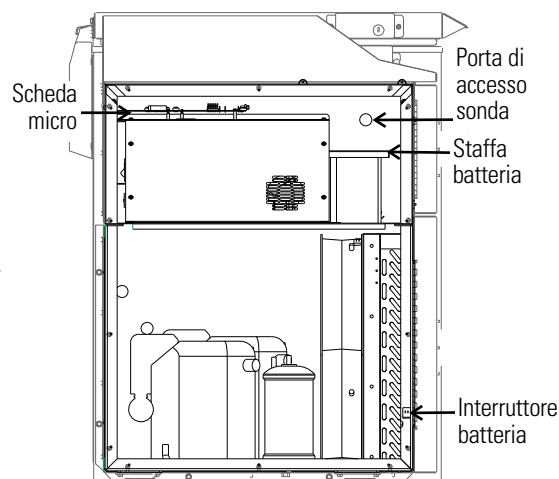

Figura 5-1. Posizione interruttore di alimentazione batteria
2. Individuare l'interruttore di alimentazione della batteria (Figura 5-1). Portare l'interruttore di alimentazione della batteria sulla posizione OFF (O).
4. Rimuovere i tre dadi che fissano la staffa della batteria. Vedere Figura 5-1.
Tutti i modelli tranne 3 piedi cubi (Figura 5-1):